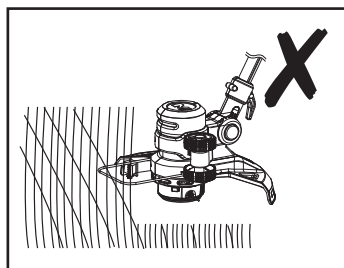

Rys. 16
1. Przed przystąpieniem do pracy należy upewnić się, że osłona noża (11d) została zdjęta, a osłona roślin (13) jest wysunięta.
2. W celu rozpoczęcia przycinania ustawić uchwyt główny (1) pod kątem 0° .
5. Trzymać głowicę do przycinania (12) tuż nad ziemią pod kątem około 30° (rys. 16).